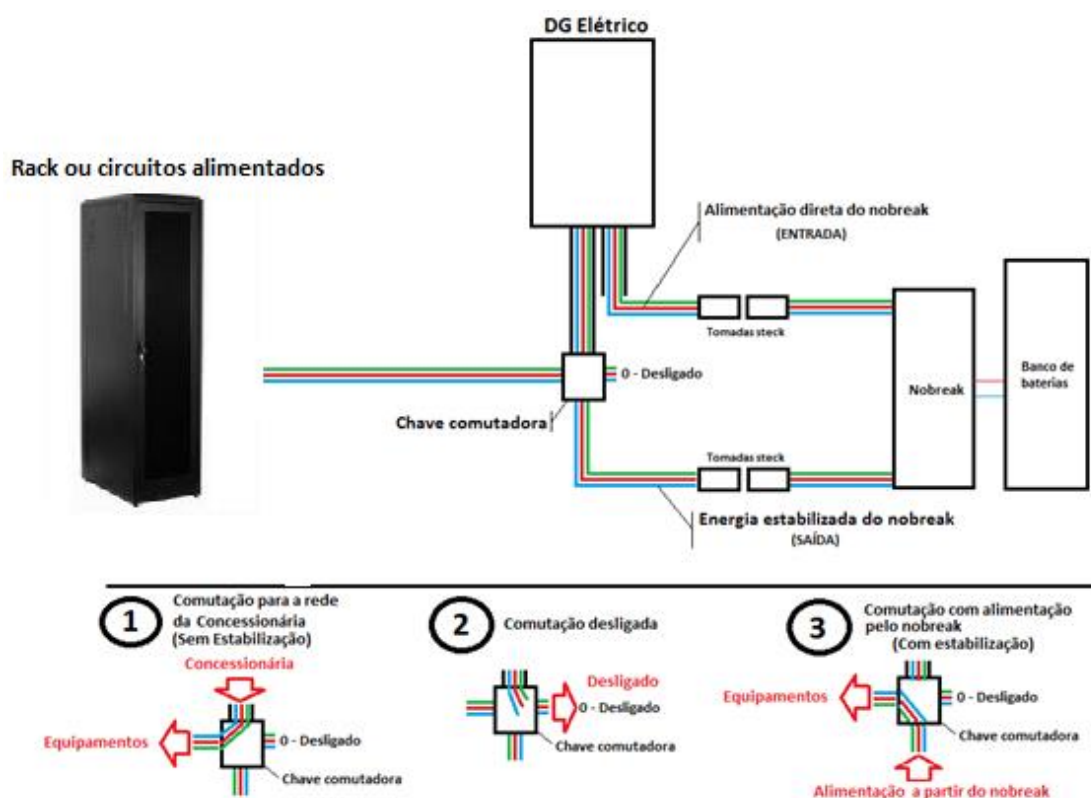

Figura 4 - Esquema de ligação de chave comutadora;
- Deverá ser providenciada chave comutadora para troca de alimentação em caso de necessidades de manutenções do equipamento ou retirada do mesmo para manutenção, devendo a alimentação do equipamento, ser realizada por meio de tomadas no modelo steck, compatível com equipamentos de potência de até 10Kva. Um exemplo da ligação pode ser visualizado na Figura 4;